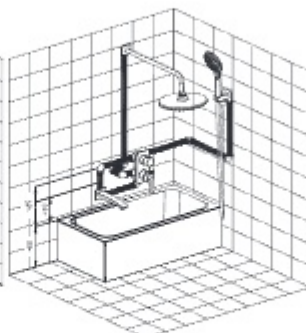

Рис. 2 / 2 сур.
Встраиваемый смеситель с дивертором и тремя выходами предназначен для подключения двух точек водопотребления, например, верхнего душа, душевого шланга и излива (рис. 2).
3. Необходимо смонтировать смеситель, подключив к нему трубы системы водоснабжения, и закрепить его к стене (рис. 2).